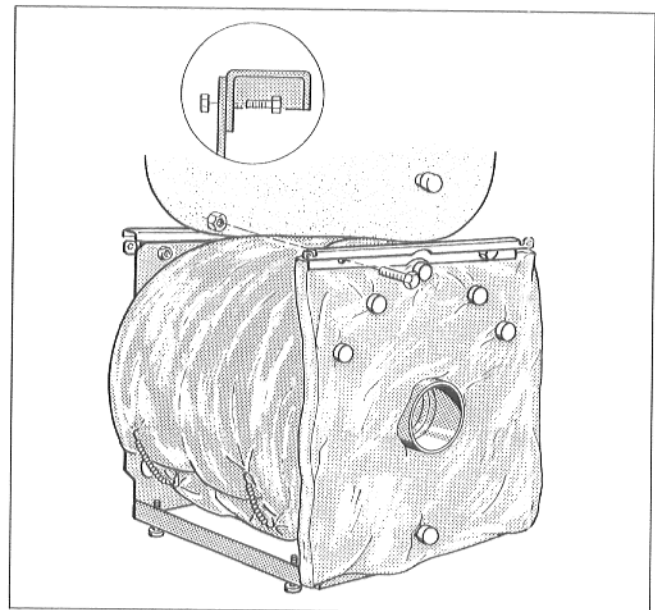

Abb. 6
- Rückwandwärmeschutz so anbringen, daß Kesselanschlüsse und Abgasstutzen frei bleiben (Abb. 6).